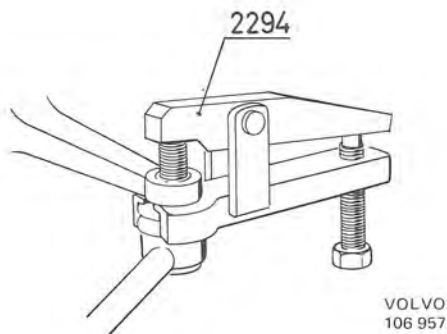

Bild 16. Demontering av styrstag
3. Demontera styrstagen från styrarmarna med verktyg 2294 enligt bild 16. Tryck in verktyget ordentligt och se till att gängen på kulleden kommer in i försänkningen på verktyget. Skruva in skruven tills kulleden lossnar.
6. Demontera styrstaget från styrarmen med verktyg 2294 enligt bild 16.